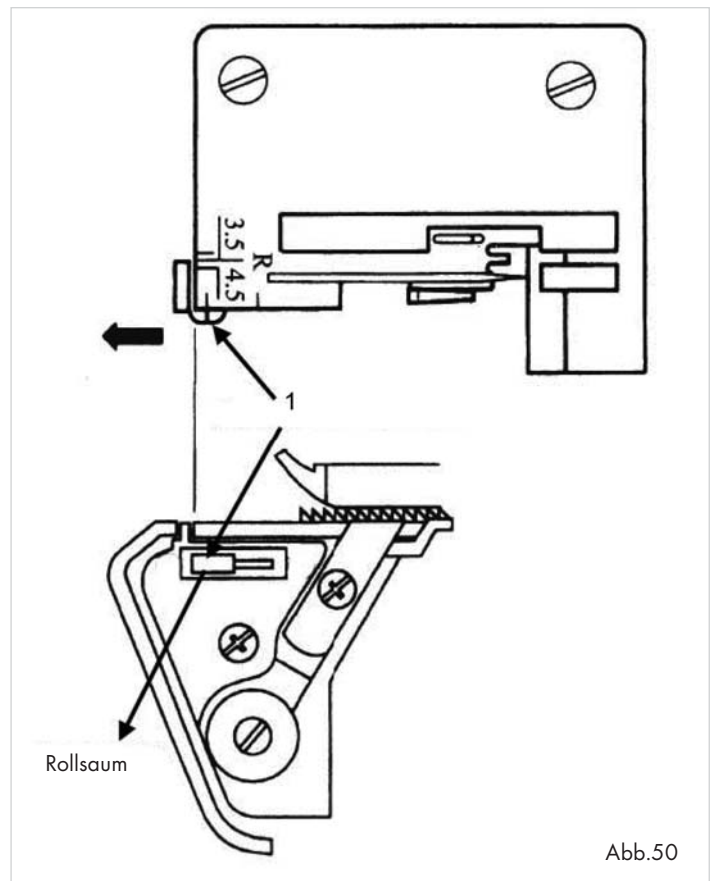

Abb.50
- Schieben Sie den Nahtbreitenschalter 23 auf „R“, damit der Nahtbreitenfinger zurückgeschoben wird (1) (Abb. 50).
① Hinweis: